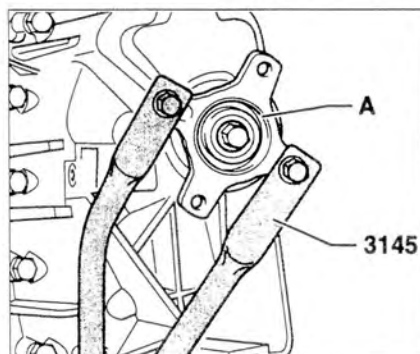

Рис. 5.30. Открутите болт крепления фланца А.
7. Открутите болт крепления фланца А (рис. 5.30).
35. Установите кронштейн 3145 на фланец и затяните болт крепления фланца А (рис. 5.30).